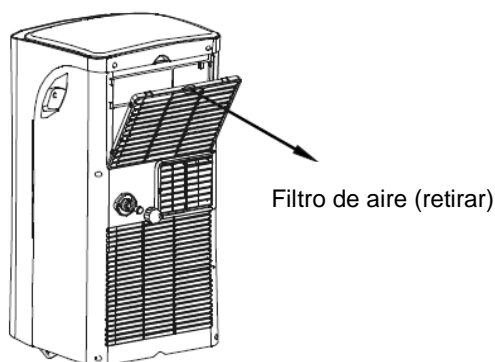

Fig. 24
Retire el filtro de aire en el sentido de la flecha (Fig. 24).
- Retire el tapón de goma de la descarga de piso y deje salir toda el agua de la bandeja inferior (ver Fig. 24).